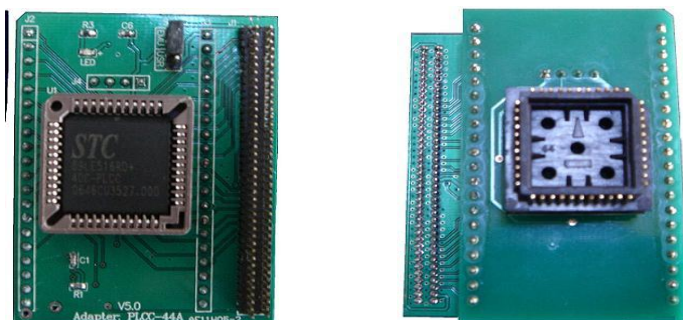

图 2-6 PLCC-44 外观图
- PLCC-44 仿真芯片适配头的外观如图 2-6 所示。